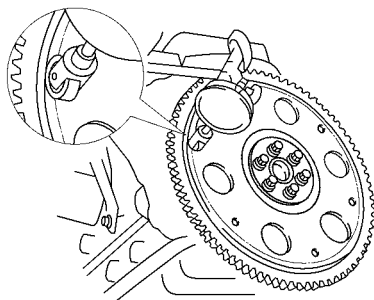

图 11-18 测量传动板径向圆跳动误差
(2) 测量传动板径向圆跳动误差并检查齿环。将千分表装上，测量传动板的径向圆跳动误差，如图 11-18 所示。